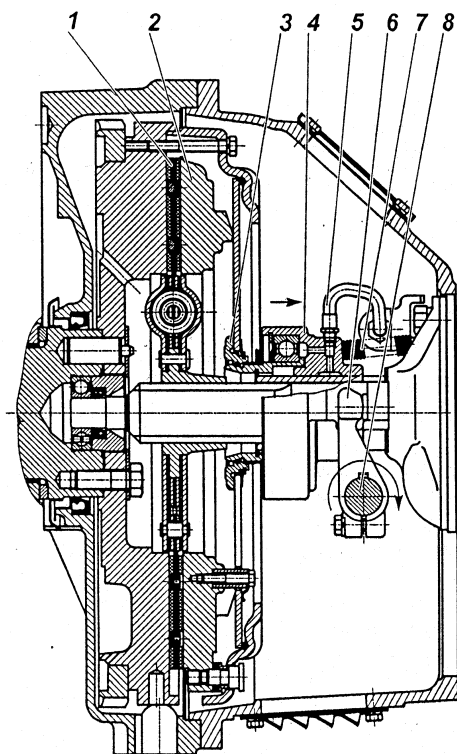
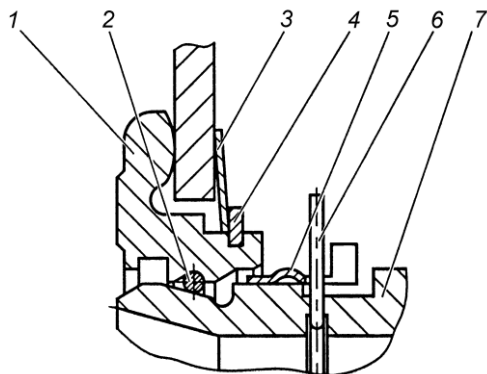

Рис.3. Сцепление моделей ЯМЗ-181, ЯМЗ-182:
Рис.5. Запорное устройство:
Диафрагменное сцепление моделей ЯМЗ-181 и ЯМЗ-182 (рис. 3) состоит из ведущих и ведомых частей, а также деталей механизма выключения сцепления, устанавливаемых на коробку передач. Ведущая часть сцепления – нажимной диск 2 с кожухом устанавливается на маховик двигателя и крепится болтами М10 (12 шт.) на диаметре 450 мм. Центрирование осуществляется по цилиндрической проточке диаметром 475 мм на маховике и кожухе сцепления. Нажимной диск соединен с кожухом при помощи 4-х пакетов пластин, обеспечивающих центрирование, осевое перемещение и передачу крутящего момента от кожуха к нажимному диску. Для исключения проворота диафрагменной пружины относительно кожуха и нажимного диска на последнем установлено 6 пар втулок со специальными скобами. Применение этих скоб позволяет сохранять постоянный контакт нажимного диска с пружиной и обеспечивать отход первого при выключении сцепления.
Механизм выключения сцепления состоит из муфты 4 (рис. 3) с подшипником, вилки 6 и валика 8. Муфта соединена через упорное кольцо 3 с диафрагменной пружиной с помощью запорного устройства.
Оттяжная пружина 7 (рис. 3) исключает проворот и осевые перемещения втулки 7 (рис. 5) относительно упорного кольца 1 (рис. 5). По мере износа фрикционных накладок муфта выключения сцепления 4 (рис. 3) перемещается вместе с пружиной в сторону маховика, при этом конструкция привода выключения сцепления автомобиля или другого транспортного средства обеспечивает поворот вилки 6 (рис.3) по часовой стрелке после выбора зазора между лапками вилки и муфтой за счет периодической регулировки привода или постепенный поворот за счет конструкции гидропривода.
Конструкция запорного устройства показана на рис.5. Она включает в себя упорное кольцо 1, втулку 7 подшипника муфты с фасонной канавкой, пружинное кольцо 2 круглого сечения, а также замковое кольцо 5.
Выключение сцепления обеспечивается поворотом вала по часовой стрелке. Допустимое направление перемещения муфты и поворота вала для выключения сцепления показано на рис. 3 стрелками. Перемещение муфты и поворот вала в обратном направлении не допустимо.
5. С помощью специальной оправки сцентрировать кольцо 3 (рис. 3) относительно оси коленчатого вала двигателя.
2. Убедиться, что муфта выключения сцепления отведена до упора в крышку подшипника первичного вала коробки передач пружиной 7 (рис. 3).